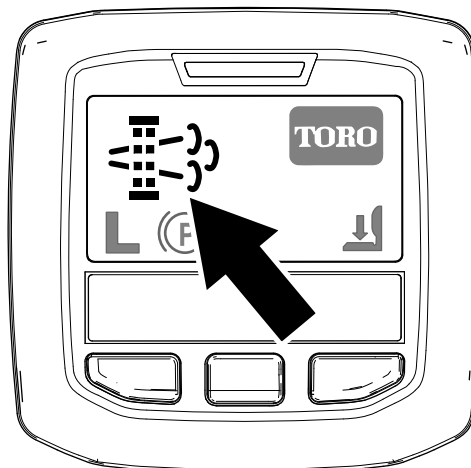

Figura 42
- Nell'InfoCenter viene visualizzata l'icona di richiesta rigenerazione parcheggiata (Figura 42).